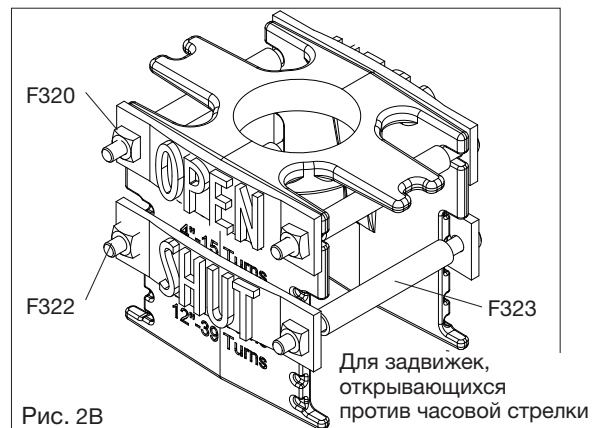
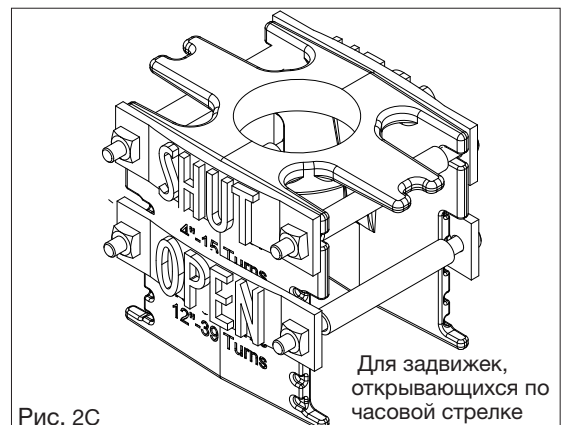

Рис. 2B
Рис. 2C
Для задвижек, открывающихся против часовой стрелки, табличку OPEN (ОТКРЫТА) нужно устанавливать над табличкой SHUT (ЗАКРЫТА) – см. Рис. 2B. Для задвижек, открывающихся по часовой стрелке табличку SHUT нужно установить над табличкой OPEN – см. Рис. 2C.
3. Если индикатор устанавливается на задвижке, открывающейся против часовой стрелки, табличка OPEN (F321) остается в верхнем положении указателя (F318) – Рис. 2B.
4. Чтобы выполнить регулировку для задвижек, открывающихся по часовой стрелке, выкрутить 11мм шлицевой отверткой и ключом винты (F322) и гайки (F320) табличек. Поменять между собой положения табличек OPEN и SHUT. Табличка SHUT(F319) должна быть вверху – см. Рис. 2C.
Для задвижек, открывающихся против часовой стрелки, табличка OPEN (ОТКРЫТА) должна быть над табличкой SHUT (ЗАКРЫТА) – см. Рис.2B. Для задвижек, открывающихся по часовой стрелке табличка SHUT должна быть над табличкой OPEN – см. Рис. 2C. В сентябре 2010 г. компания-изготовитель AVK изменила диаметр задвижек, на который делалась заводская настройка индикаторов серии 34, с диаметра DN 150 на диаметр DN 150. Обращайтесь к разделу "Регулировка указателя индикаторов серии 34/00".